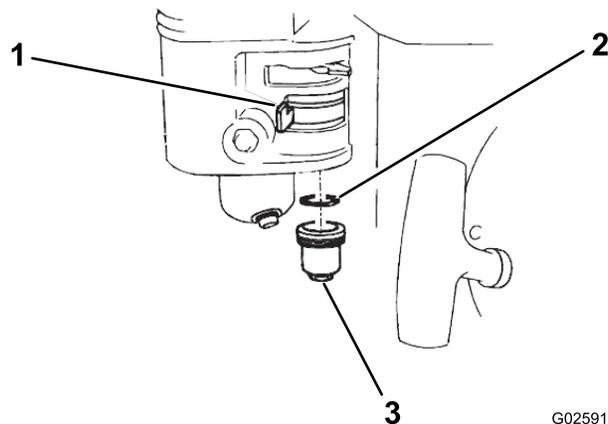

Рисунок 30
1. Передвиньте топливный отсечной клапан в положение «Закрыто», затем снимите отстойник и уплотнительное кольцо (Рисунок 30).